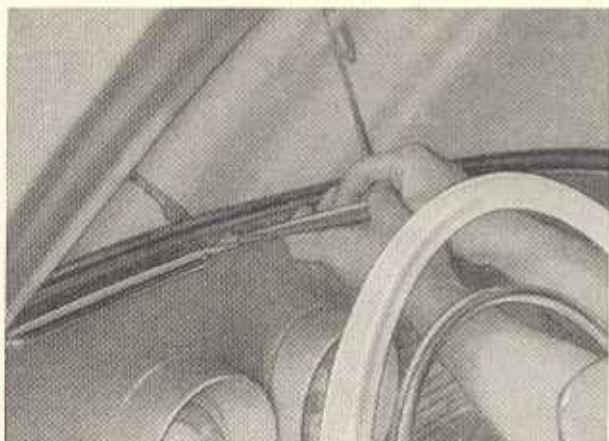

Bild K 21. Profilgummi beim Einsetzen der Windschutzscheibe unten in die richtige Lage bringen
7. Die Sitzfläche der Windschutzscheibe in der Karosse mit Paraffinöl oder Firnis einpinseln. Die Windschutzscheibe vollständig mit Abdichtgummi in der Karosse zuerst unten einsetzen, dann links und rechts gleichmäßig eindrücken. Dabei muß eine zweite Person im Wagen sein und darauf achten, daß der Abdichtgummi richtig sitzt (Bild K 21).